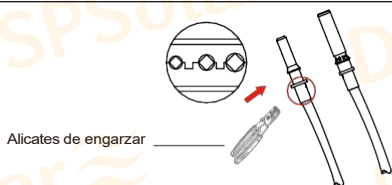

Imagen 3.4 Engarce el pin de contacto al cable
- b) Engarce los terminales metálicos con unos alicates de engarce, tal y como se muestra en la imagen 3.4.